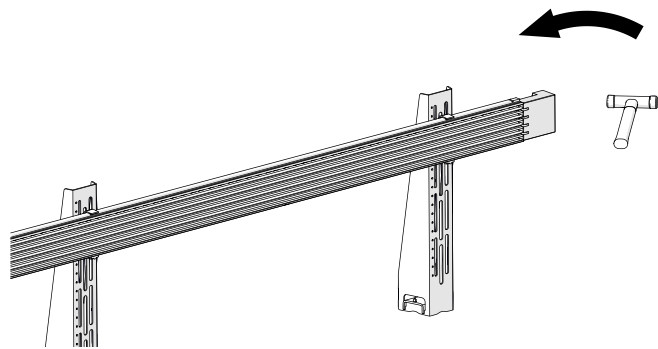

Abb. 21: Die Schleifleitungsschiene mit einem Schonhammer eintreiben
2. Den Montageklotz an die Buchsenseite der zu montierenden Schleifleitungsschiene legen. Dann die Schleifleitungsschiene mit einem Schonhammer vorsichtig mit leichten Schlägen in die gegenüberliegende Schleifleitungsschiene eintreiben (siehe Abb. 21).